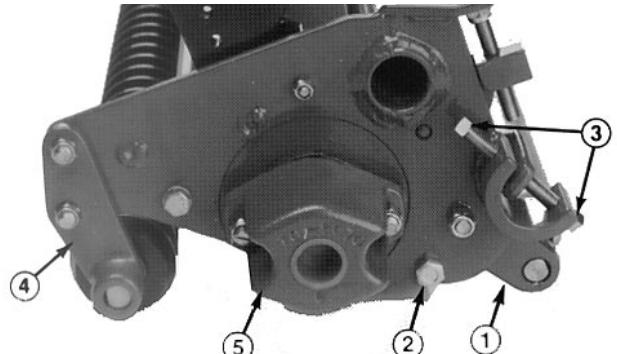

Bild 10
1. Die Sechskantschraube und Mutter entfernen, mit denen das Schnitthöhenprofil der hinteren Rolle an den Seitenplatten beider Seiten der Mähspindel abgesichert wird (Bild 10).
beiden Seiten der Mähspindel entfernen (Bild 10). Dann die Untermessereinstellschrauben an beiden Seiten der Mähspindel lockern (Bild 10). Danach lässt sich die Untermessergruppe durch Abdrehen von der Spindel entfernen.
1. Die Sicherungsmuttern entfernen, mit denen die vorderen Rollenprofile beider Seiten der Mähspindel an den Seitenplatten abgesichert sind (Bild 10).
1. Die Sicherungsmuttern von der Gegengewichtsendkappe entfernen und die Endkappe von den Stehbolzen abziehen (Bild 10).
2. Die Gegengewichtsendkappe entfernen (Bild 10).